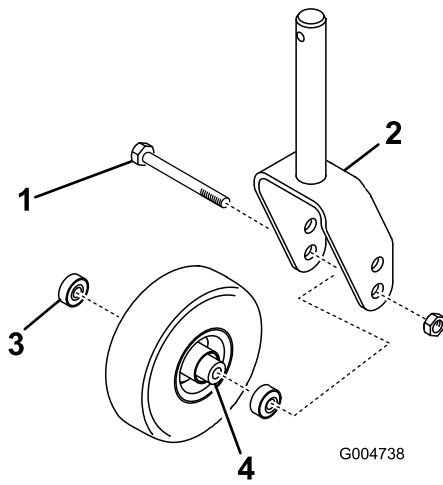
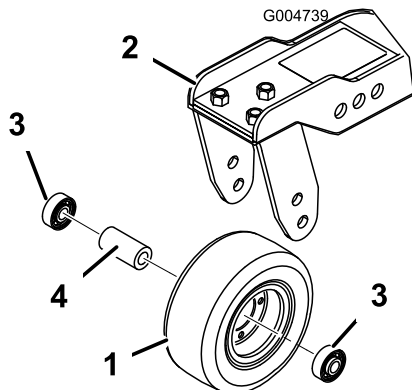

Bild 81
Bild 82
1. Entfernen Sie die Sicherungsmutter von der Schraube, mit denen das Laufrad in der Mitte der Laufradgabel (Bild 81) oder am Laufradgelenkarm (Bild 82) befestigt ist. Halten Sie das Laufrad fest und schieben die Schraube aus der Gabel oder vom Gelenkarm ab.
- Entfernen Sie das Lager aus der Radnabe und lassen das Lagerdistanzstück herausfallen (Bild 81 und Bild 82). Entfernen Sie das Lager aus der gegenüberliegenden Seite der Radnabe.